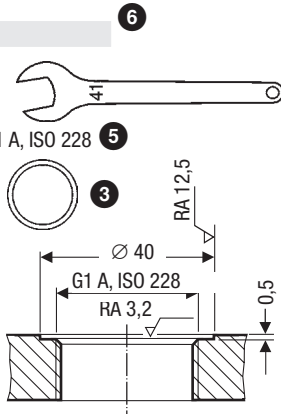

Fig. 4
1. Controlar la superficie de obturación. **Fig. 4**
2. Colocar la junta anular adjunta ③ sobre la superficie de obturación de la conexión roscada o de la brida.
3. Untar la rosca del electrodo ⑤ con un poco de grasa de silicona resistente al calor (por ejemplo, WINIX® 2150).